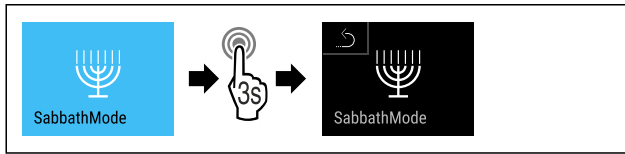

Fig. 15
- Eseguire i passaggi (vedere Fig. 15).